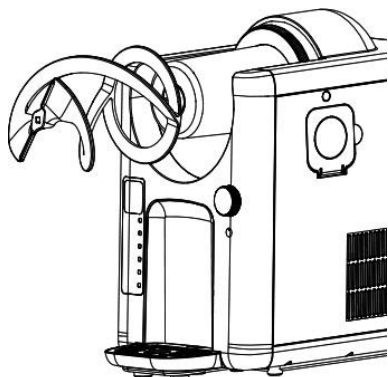

bild 8
9. Vrid blandningsbehållarens moturs och dra försiktigt av den från bottenhöljet (bild 8).